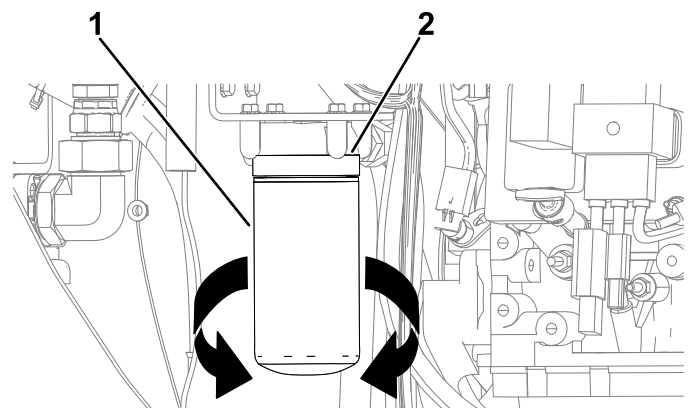

Figura 123
3. Posicione uma bandeja de drenagem ou vários panos sob o filtro de óleo e o adaptador do filtro de óleo (Figura 123).
4. Gire o filtro de óleo no sentido anti-horário e o remova-o (Figura 123).
- Alinhe o filtro de óleo com seu adaptador e gire-o no sentido horário até a vedação do filtro de óleo entrar em contato com o adaptador (Figura 123).
- Aperte o filtro de óleo com a mão, dando mais meia volta (Figura 123).